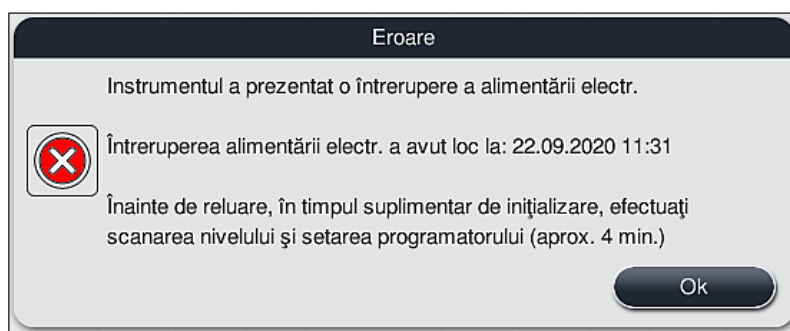

Fig. 108
- ① Primul mesaj de informare după repornirea automată a instrumentului îl notifică pe operator cu privire la timpul de întrerupere a alimentării (→ "Fig. 108"). Confirmați acest mesaj apăsând butonul **OK** pentru a porni instrucțiunile suplimentare pentru continuarea procesului de colorare.